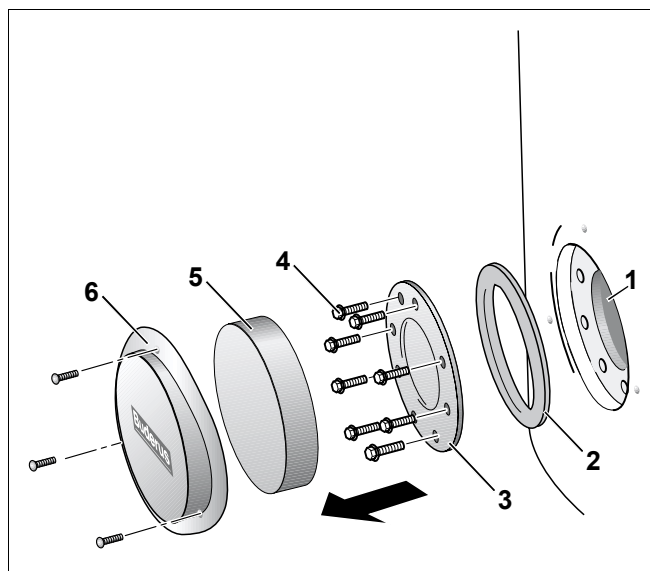

Рис. 10 Демонтаж крышки люка для чистки
- Отвернуть болты на крышке (рис. 10, **поз. 6**).
- Удалить крышку и теплоизоляционную шайбу (рис. 10, **поз. 5**).
- Отвернуть болты (рис. 10, **поз. 4**), снять крышку люка для чистки (рис. 10, **поз. 3**) и ее уплотнение (рис. 10, **поз. 2**).